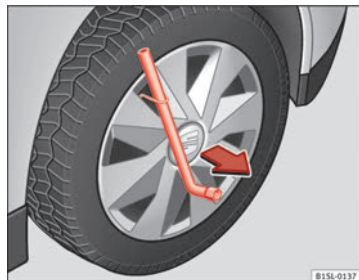

Fig. 141 Démontez l'enjoliveur intégral.
- Introduisez la clé démonte-roue dans le crochet en fil de fer ⇒ fig. 141 puis tirez sur l'enjoliveur dans le sens indiqué par la flèche.